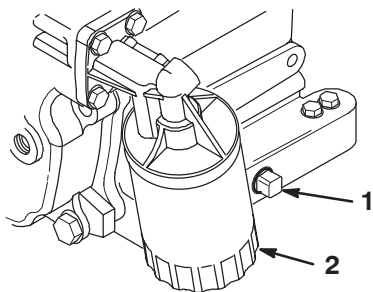

Figure 27
5. Enlevez le bouchon de vidange (Fig. 27) et laissez s'écouler l'huile dans un bac de vidange. Remettez le bouchon quand toute l'huile s'est écoulée.
2. Déposez le filtre à huile existant (Fig. 27). Appliquez une fine couche d'huile propre sur le joint du filtre de rechange.